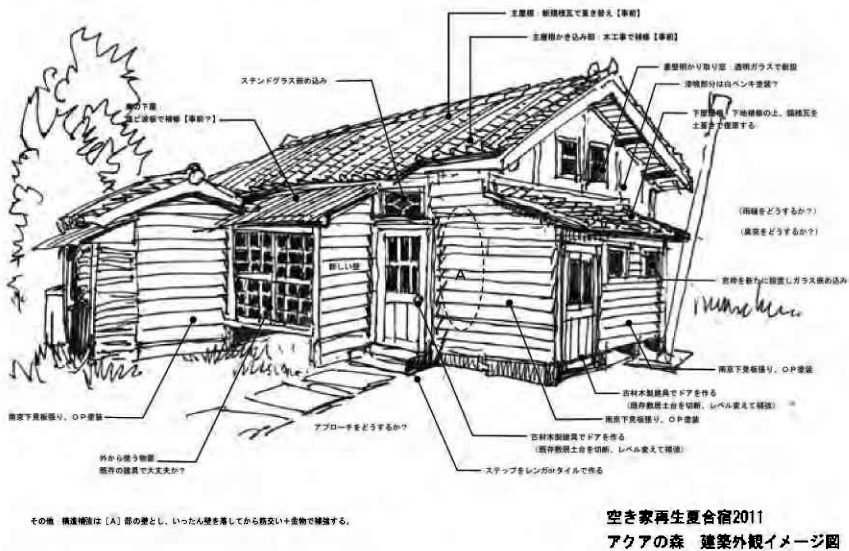

図8 改装家屋の外部イメージ
- ⑤ 北側の便所は、内側と外側にドアを取り付け、住宅内部と庭両方から使用できるようにする。
- ⑥ 外装は、スギ板の下見張りで仕上げる (図8)。
- ⑦ 東側の廊下を仕切り、庭側から出し入れができる収納庫とする。